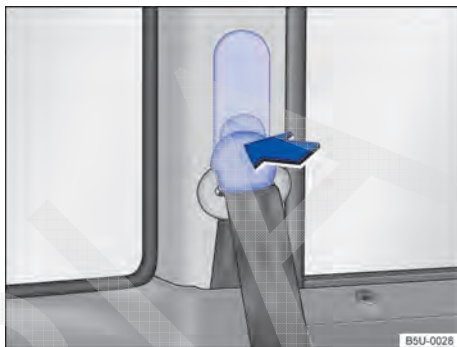

Fig. 14 Ao lado dos bancos: regulagem de altura do cinto de segurança.
- Pressionar o dispositivo regulador no sentido da seta e mantê-lo pressionado → Fig. 14.